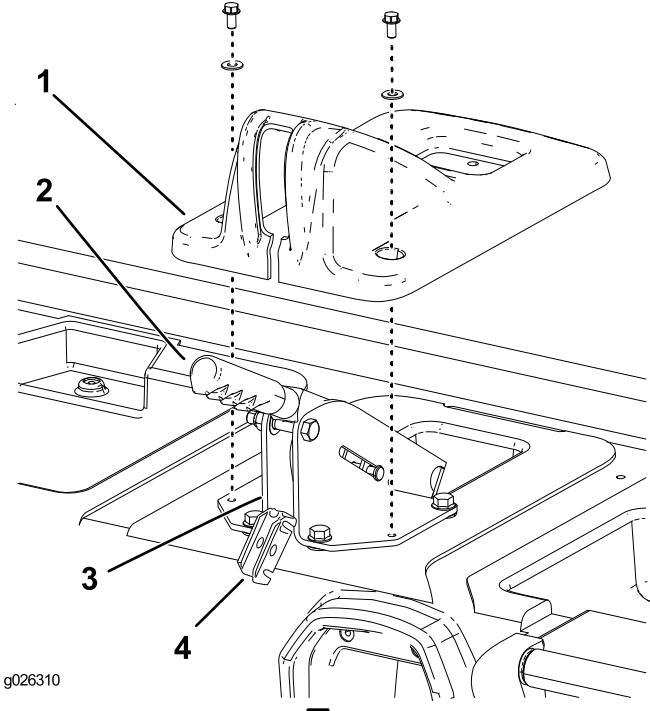

図 4
2. 駐車ブレーキカバーを座席ベースに固定しているボルト2本とナットを取り外す **図 4**。
3. カバーを持ち上げて座席ベースから外す **図 4**。
4. ブレーキケーブルイコライザ・ブラケットをブレーキレバーサポート・ブラケットの後部に固定しているクレビスピンを外す **図 4**。
5. イコライザブラケットをサポートブラケットから取り出し、イコライザブラケットからブレーキケーブルを外す **図 4**。
6. 各ブレーキケーブルをブレーキレバーサポート・ブラケットの後部に固定している C クリップを外す **図 4**。